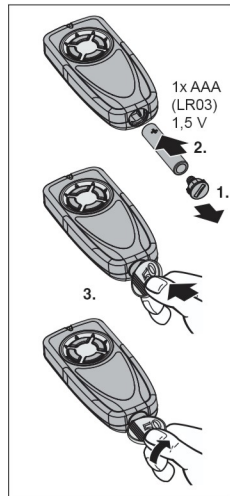

Fig. 2
- Batterie wechseln / einlegen (Fig. 2)**
- Eine der Tasten (2) drücken.
- LED (1) leuchtet: Handsender funktioniert korrekt
- LED (1) aus: Batterie austauschen
- Introduction / Changement de la pile (fig. 2)**
- Appuyez sur l'une des touches (2).
- La LED (1) s'allume : l'émetteur fonctionne correctement
- LED (1) éteinte : la pile doit être remplacée